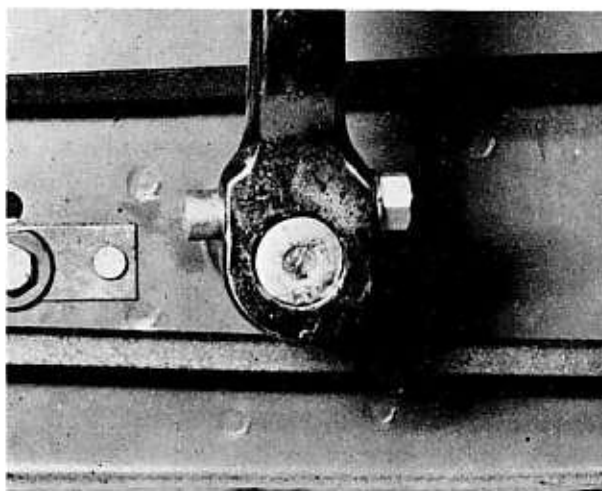

Bild 77
- Auch diese Teile entsprechen weitgehend Fahr- radteilen, mit Ausnahme der Lagerung der Tret- kurbelwelle, die in zwei Büchsen statt in Kugellag- ern erfolgt. Die Tretkurbeln sind mit Keilen auf der Welle befestigt (Bild 77). Zum Abnehmen der Tretkurbeln die Keilmuttern teilweise abschrau-